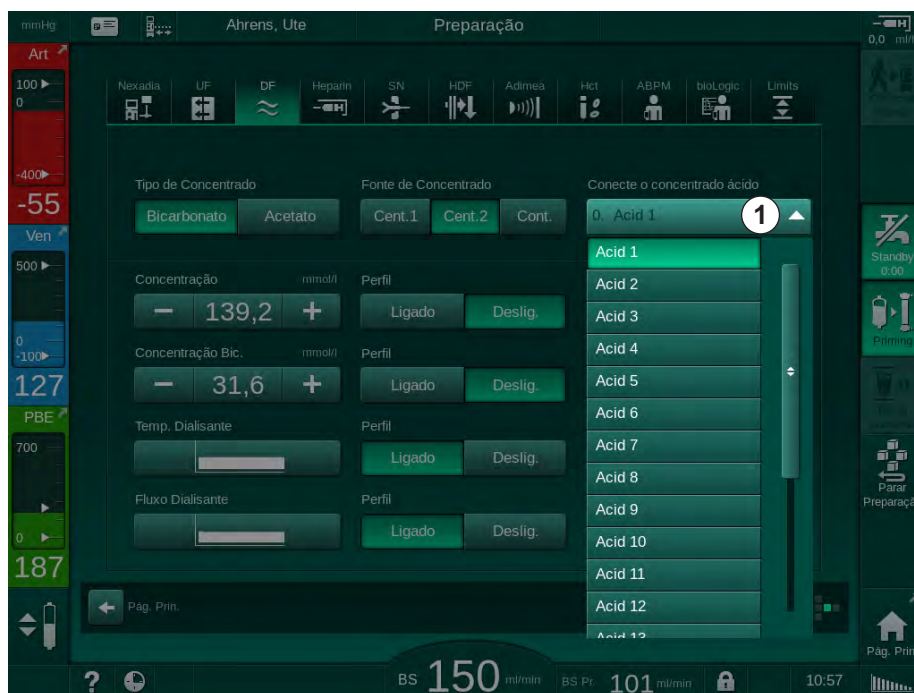

Fig. 5-18 Parâmetros DF em modo mmol
Se tiver sido selecionada a configuração mmol/l para a condutividade no modo TSM, é exibido um campo adicional com o nome do concentrado selecionado (Fig. 5-18, ①). Ao tocar neste campo, é exibida uma lista com todos os concentrados disponíveis. Podem ser selecionados até 20 ácidos e 10 acetatos.